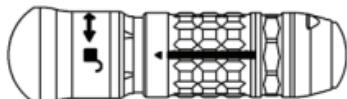

Abb. 1
über eine Entriegelungsmanschette (Abbildung 1) verfügt, wird diese Manschette bewegt und der freigelegte Bereich mit einer Bürste gereinigt.
- Alle beweglichen Teile, z. B. Entriegelungsmanschette (Abbildung 1), drehen und wenden.